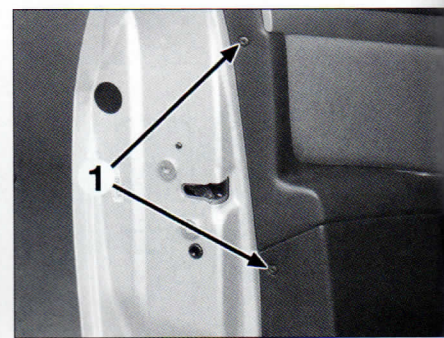

FIG. 20
Desmontar los tornillos de fijación (1) (fig. 20).